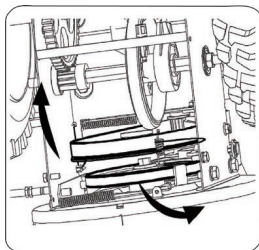

Рис. 4
5. Отсоедините пружину опорного кронштейна от рамы (Рис. 4).